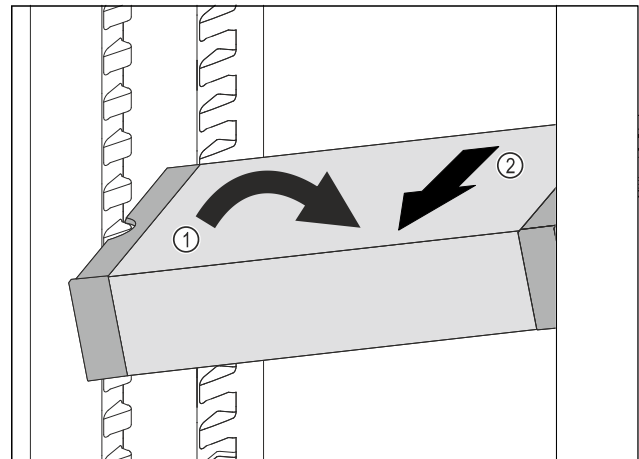

Fig. 153
- ▶ VarioSafe im Kühlteil schräg stellen. Fig. 153 (1)
- ▶ VarioSafe nach vorne entnehmen. Fig. 153 (2)